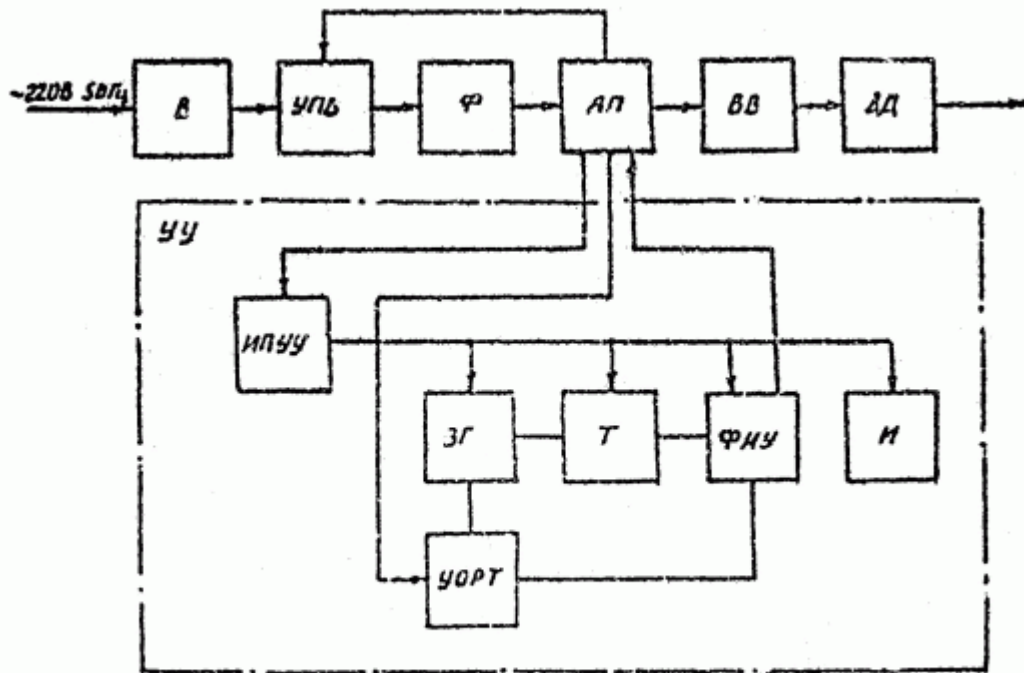

Рис.2. Функциональная схема аппарата.
4.1.2.1. Функциональная схема аппарата приведена на рис. 2.
АП совместно с трансформатором ФИУ (на рис. 2 не показан) представляет собой автогенератор, обеспечивающий преобразование постоянного напряжения с выхода Ф в переменное импульсное, а также обеспечивает питание УУ через ИПУУ.